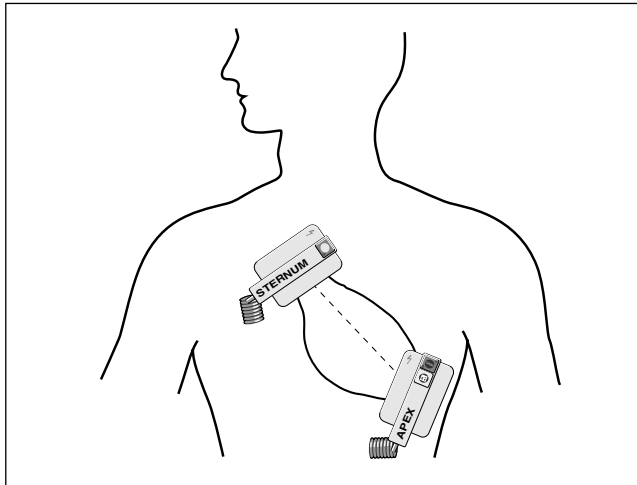

Bild 5-5. Aufsetzen der Defibrillationselektroden
- \* Setzen Sie die Elektroden so auf, daß ein möglichst großer Teil des Impulsstromes durch das Myokard fließt (die gedachte Verbindungslinie zwischen den beiden Elektrodenmittelpunkten sollte über der Herzmittellinie liegen; Bild 5-5).